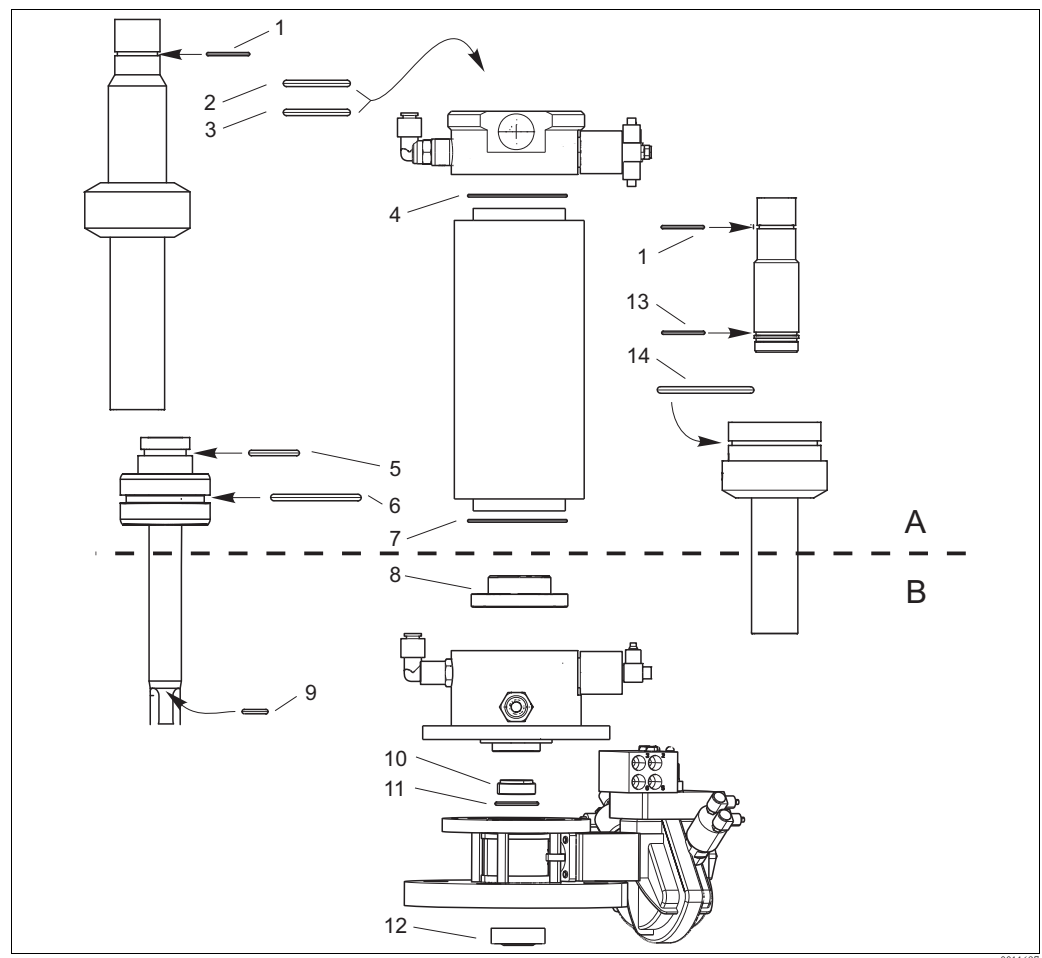

Abb. 38: Position der Dichtungen
2. Tauschen Sie nun die in (Abb. 38) gezeigten O-Ringe aus.